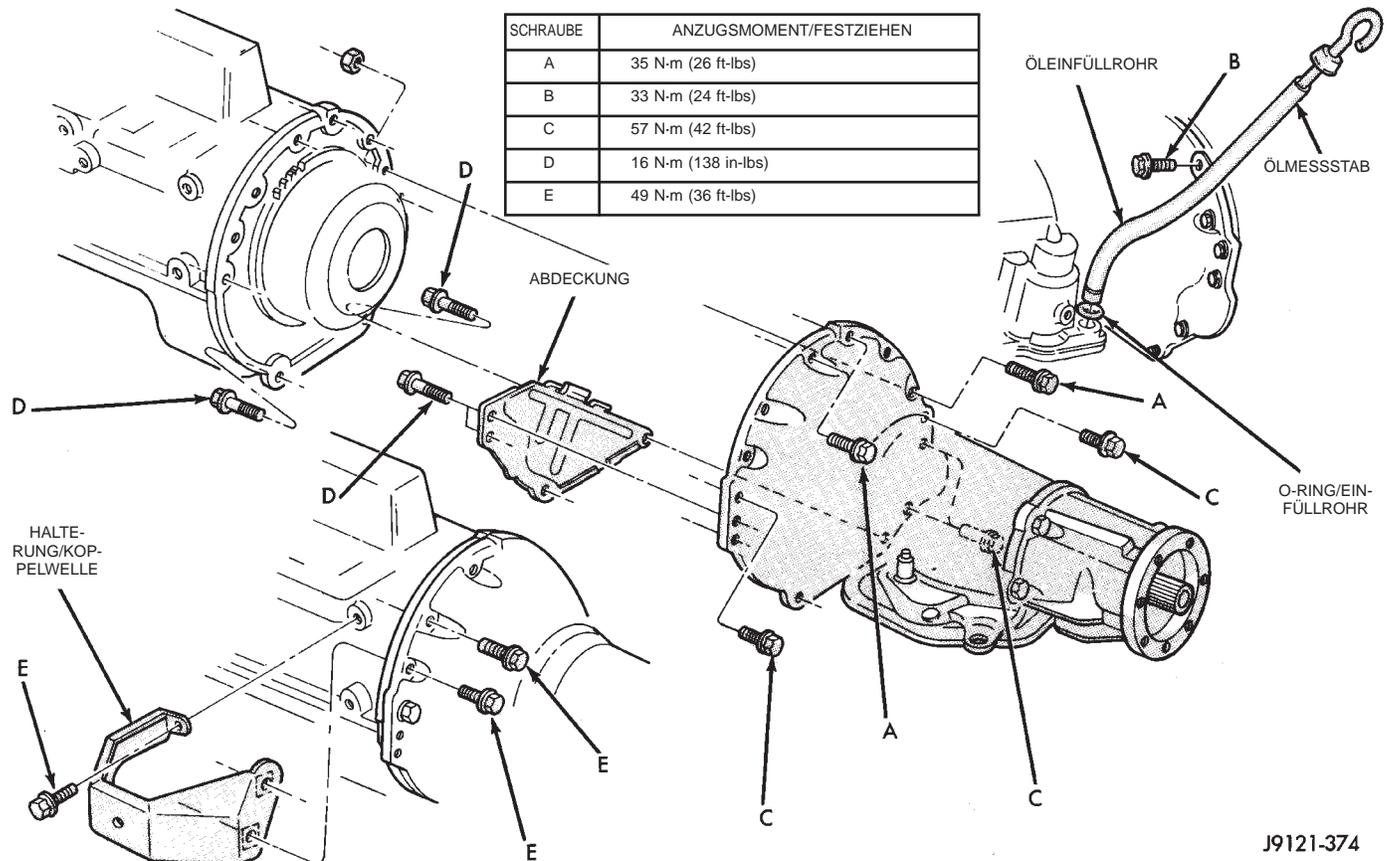

Abb. 19 Getriebebefestigung
(10) Getriebe anheben und Drehmomentwandler zur Mitnehmerscheibe und Wandlerglocke zum Motorblock ausrichten.
(11) Getriebe nach vorn bewegen und dann absenken, anheben oder schwenken, um die Wandlerglocke zu den Paßstiften am Motorblock auszurichten.
(12) Drehmomentwandler drehen und Ausrichtmarkierungen am Wandler zur Markierung an der Mitnehmerscheibe ausrichten.
(13) Getriebe vorsichtig nach vorn über die Paßstifte schieben, bis die Wandlernabe in der Kurbelwelle sitzt.
(14) Schrauben zur Befestigung der Wandlerglocke am Motorblock eindrehen und festziehen (Abb. 19).